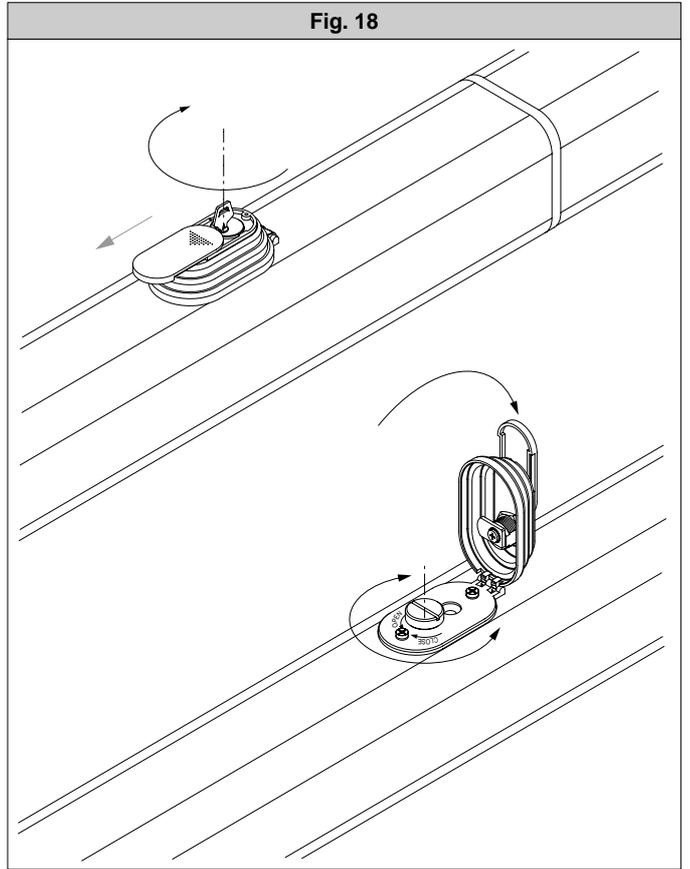

Fig. 19
- Abrir la tapa del grupo que cubre el dispositivo de desbloqueo en el sentido indicado por la flecha (fig.19) hasta que se vea la cerradura.
La regulación de la fuerza de empuje es regulada por dos válvulas marcadas con las palabras "Close" y "Open", respectivamente para la regulación de la fuerza de empuje en fase de cierre y en fase de apertura (fig.19). Girando las válvulas hacia el signo "+", aumenta la fuerza transmitida; girando las válvulas hacia el signo "-", disminuye.
- Quitar el sistema de desbloqueo (véase la fig.19).